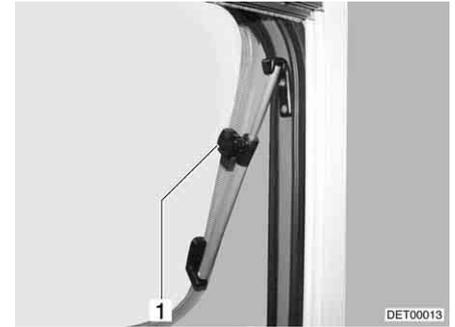

Fig. 71 Claraboya con soportes giratorios, abierta
- Abrir la claraboya hasta la posición deseada y fijarla con el botón moleteado (Fig. 71,1).
- Girar el botón moleteado (Fig. 71,1) hasta que se libere el bloqueo.